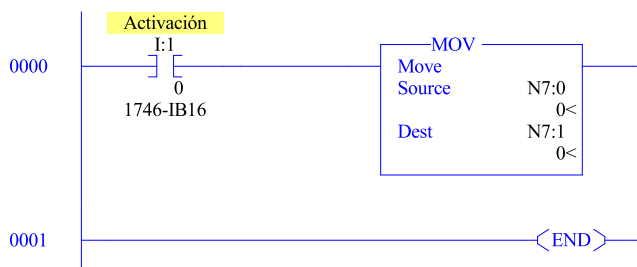

Figura 1. Bloque MOV
**Instrucción de manejo de datos MOV.-** Esta instrucción de salida (Figura 1), permite mover el valor de fuente al lugar de destino. Siempre que el peldaño permanezca encendido, la instrucción mueve los datos durante cada *scan*, [Allen-Bradley, 2008].